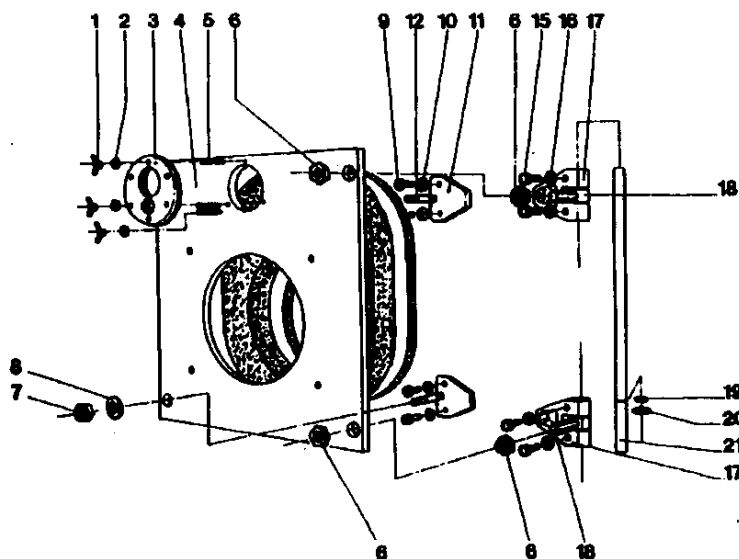
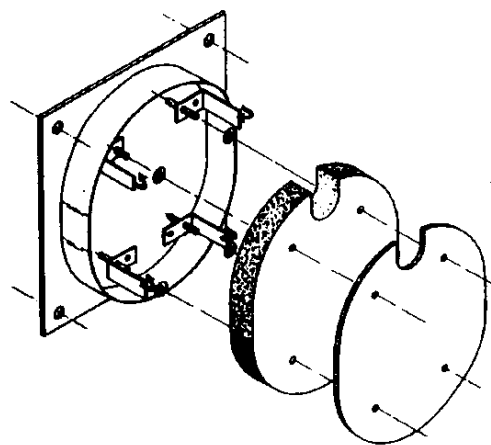

Fig. 14
Fig. 15
<p>Porte support brûleur (figure 14)</p>	<ul style="list-style-type: none"> <li>• Procéder si nécessaire au perçage de la porte aux côtés du brûleur.</li> <li>• Coller la tresse en fibre céramique dans la gorge de l'élément avant (raccordement de la tresse du côté opposé à la charnière).</li> <li>• Monter l'ensemble hublot (3) sur la porte (4) avec les goujons (5) les rondelles (2) et les écrous à oreilles (1).</li> <li>• Monter l'anneau truarc (19) sur l'axe (21). Enfiler les chapes femelles (17), et les chapes mâles (18) sur l'axe (21) sans oublier la rondelle (20). Fixer l'ensemble sur la chaudière avec les vis (15) et les rondelles (10).</li> <li>• Fixer les semelles (11) sur la chaudière avec les vis (9) et les rondelles (10). Visser les goujons (12) dans les semelles (11).</li> <li>• Visser un écrou à centrage (6) sur les chapes (18). Monter la porte sur ces écrous et visser les 2 autres écrous à centrage sur les chapes (18).</li> <li>• Mettre en place les 4 pattes en inox à l'aide des fixes " RAPID " sur les tiges Ø 8.</li> <li>• Disposer les isolants dans la porte, laine de roche (couleur marron) contre la porte puis fibre céramique (couleur blanche) côté foyer (voir figure 15).</li> <li>• Rabattre les 4 pattes en inox sur la fibre céramique.</li> <li>• Procéder à la découpe des isolants (à l'aide d'une lame de scie) en se servant du trou du brûleur découpé sur la porte comme gabarit.</li> <li>• Fermer la porte avec les écrous (7) et les rondelles (8).</li> <li>• Procéder au réglage de l'étanchéité de la porte en agissant sur les écrous (6 et 7).</li> </ul> <p>IMPORTANT : Après quelques heures de fonctionnement, vérifier l'étanchéité de la porte en agissant :</p> <p>1° Côté charnière sur les 4 écrous de réglage (6).  2° Côté ouverture sur les 2 écrous de blocage (7).</p>